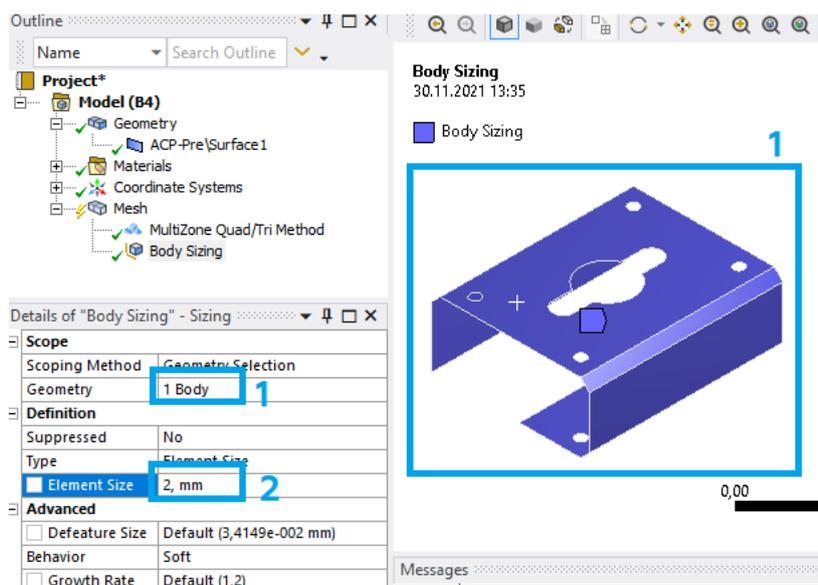

Рис. 14. Задание настроек сетки
- жмем ПКМ на *Mesh* – *Insert* – *Sizing*, выделяем всю геометрию (1) и задаем величину ячеек 2 мм (2) (рис. 14).